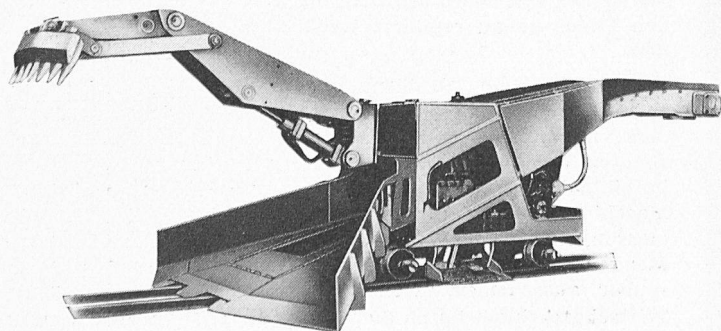

Bild 5. Zughackenlader *Westfalia* Typ *ZL-62*
*Zughackenlader Westfalia Typ ZL-62* (Bild 5), schienenfahrbar, mit Zughacke, die das Ausbruchmaterial auf die Ladeschaufel zieht und weiter auf das Kratzband drückt, welches